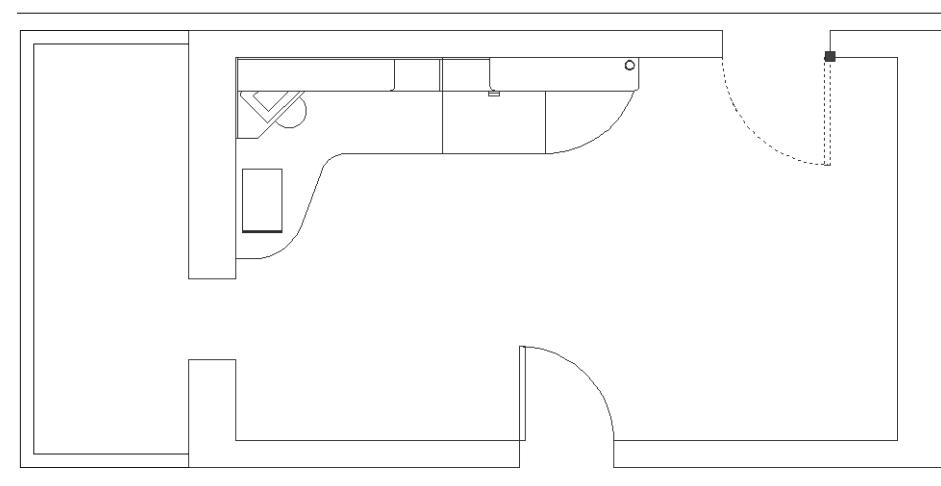

Рис. 7.16 ▶ При щелчке на блоке появляется только один маркер выделения в точке вставки этого блока в чертеж
10. Убедитесь в том, что чертеж двери шириной 800 мм представляет собой блок, щелкнув на любом из его элементов (рис. 7.16).